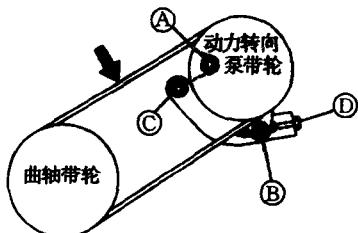
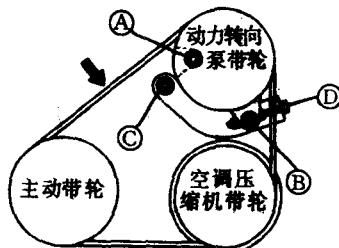
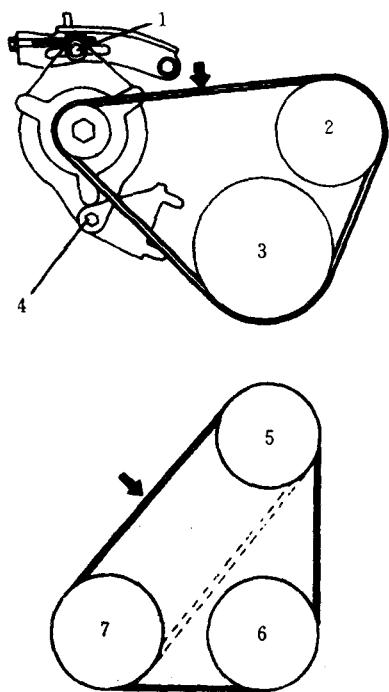

图 14 动力转向传动带张紧——1993~1994 年产 323 车型 1.6L (B6E) 和 1994 年产普鲁泰哥车型 1.8L (BPD) 发动机
图 17 动力转向传动带张紧——1993~1994 年产米埃塔车型 1.6L (B6-ZE)、1.8L (BPD)、1994 年产 MX3 车型 1.6L (B6-ZE) 和 1993~1994 年产普鲁泰哥车型 1.8L (BPD, BPE) 发动机
图 18 传动带线路——1995~1997 年
1) 在最长传动带跨距的带轮之间的传动带中部垂直放一把直尺。用拇指紧紧压下传动带，检查传动带张紧力（参见图 14 至图 18）。新传动带挠曲度应为 0.31~0.35in (8~9mm)，旧传动带应为 0.35~0.39in (9~10mm)。
### (2) 动力转向/空调 (参见图 14, 图 17)
### 2.1995~1997 年产普鲁泰哥车型 1.5L (Z5D) 和 1.8L (BPD) 发动机 (参见图 18)